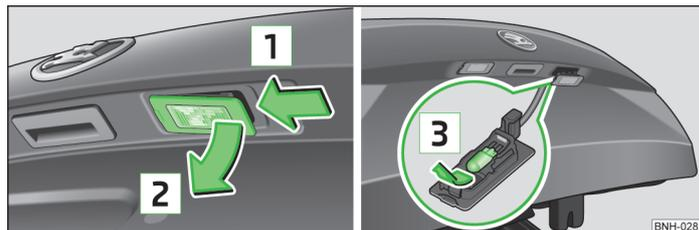

Fig. 176 Desmontar la luz de la matrícula / cambiar la bombilla
- Empujar la lámpara en la dirección de la flecha  » fig. 176.